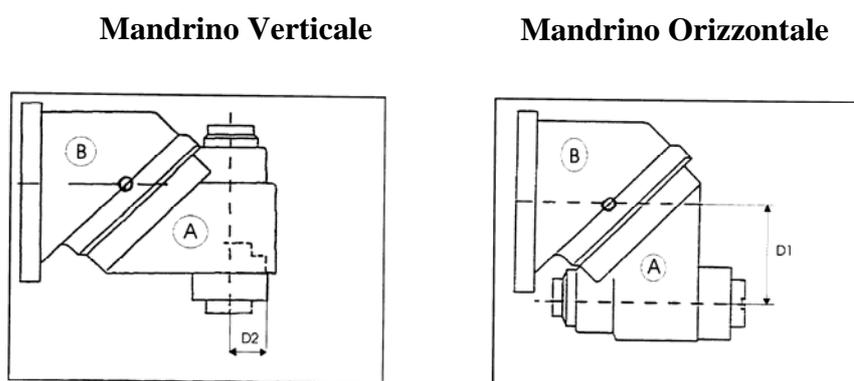

FIG. 15-22
- <ATA =...> Rappresenta l'angolo di rotazione del semicorpo A della testina, per intenderci quello appoggiato sul piano a 45 gradi o "Trascinato" (Vedi **Fig. 15-22**).
La **G621** tiene conto automaticamente della lunghezza dell'utensile e degli sfasamenti della testina birotativa: **D1** e **D2** (vedi **FIG.15-22**) orientati lungo l'asse utensile ruotato, il risultato di tali calcoli viene attivato mediante una istruzione di traslazione origine del tipo: **G59 X... Y... Z...**, per questo motivo dopo aver programmato una **G621** non è ammesso programmare un cambio origine **G54.XX** o una traslazione origine assoluta **G59 X... Y... Z...**, se si vuole traslare l'origine utilizzare la